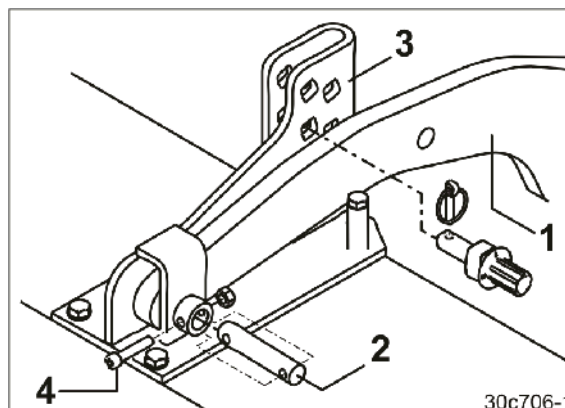

Bild 37
Fäst välten med 2 bärmarmar (Bild 37/1) vid markbearbetningsmaskinen.
3. Fäst vältens bärmarmar (Bild 37/1) i markbearbetningsmaskinens bulthållarprofiler (Bild 37/3) med bultarna (Bild 37/2) och säkra dem med skruv och mutter (Bild 37/4).
2. Lossa skruvarna med mutter (Bild 37/4) och dra ut bärrambulten (Bild 37/2).